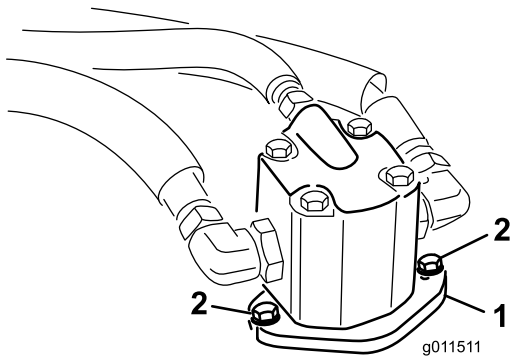

Figura 1
2. Rimuovete i bulloni che fissano i motori idraulici al piatto (Figura 1). Sollevate i motori allontanandoli dal piatto, quindi posateli su una superficie pulita e dove non siano di intralcio. Non danneggiate gli accoppiamenti di alluminio.